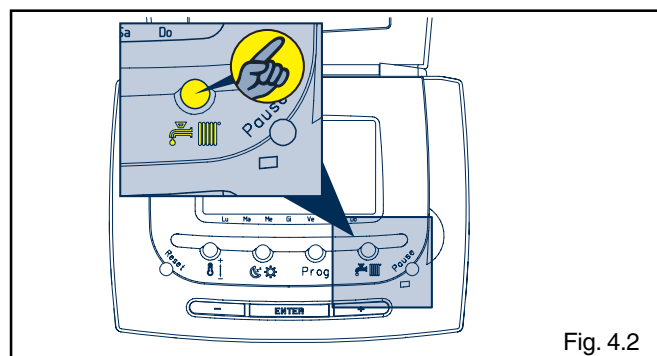

Fig. 4.2
- premere il tasto estate inverno  sul pannello comandi a distanza (fig. 4.2).
Premendo una seconda volta il tasto  si passa alla funzione inverno (fig. 4.2)